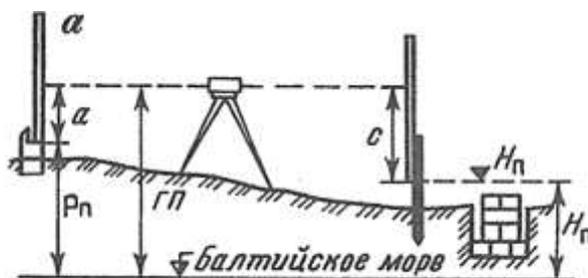

Рис. 1. Схема разбивки и контрольных высот фундамента
5. Выставьте проектную высоту верха фундамента на обноске (рис. 1), если высота репера $P_n = 46,355$, отсчет по рейке $a = 0538$, проектная высота фундамента $H_n = 45,124$.